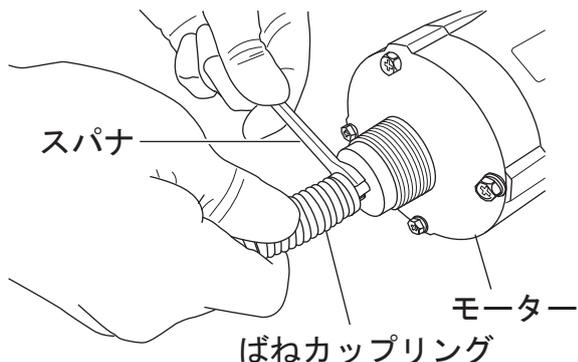

図5
3. モーターにねじ固定されているばねカップリングを外す。(図5)
2. ばねカップリングをモーターに固定する。(図5)